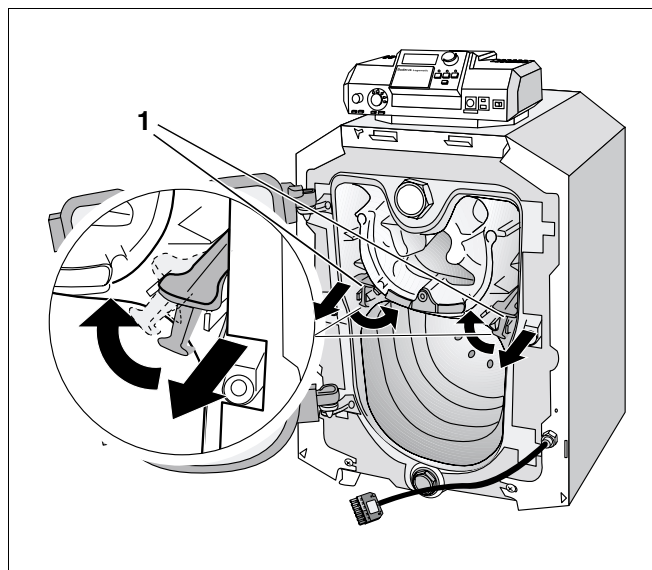

Fig. 35 Justering av røykgass-styreplater
- Trekk røykgass-styreplatene (fig. 35, **pos. 1**) litt ut av røykgasskanalene.
- Sett røykgass-styreplatene (fig. 35, **pos. 1**) i skrå stilling (fig. 35).